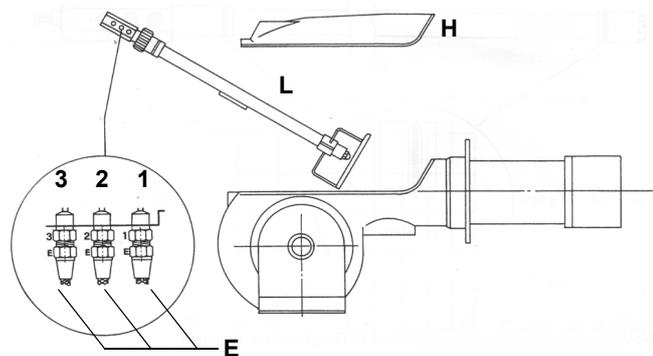
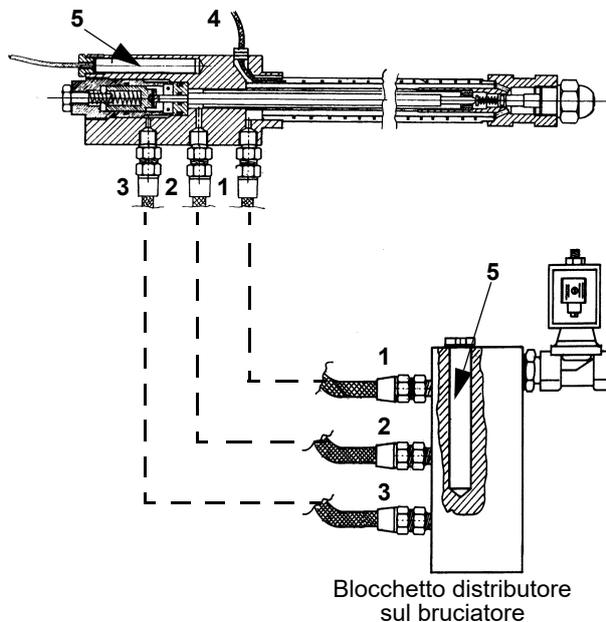

Fig. 17
Fig. 18
- Svitare i connettori nafta E (Fig. 17) che fissano i flessibili nafta alla lancia L e rimuovere il gruppo completo come mostrato in Fig. 18.